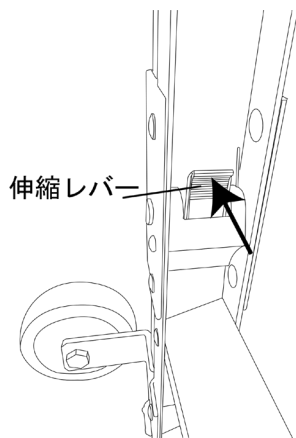

図 8
- ①脚部を地面から持ち上げた状態で、支柱内側の伸縮レバーを矢印の方向に押し込みながら、伸縮脚の金属部を手で押さえ伸縮脚をスライドさせてください。任意の位置で伸縮レバーを放し、伸縮脚を確実に固定してください(図8, 9参照)。